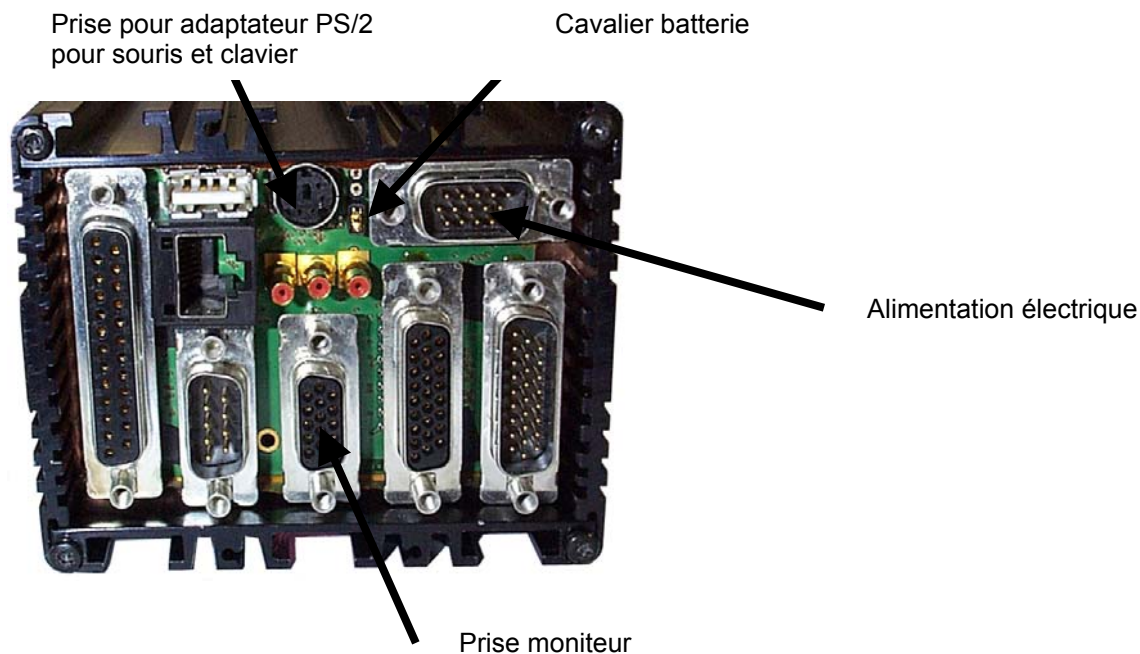

Fig.2 : Caméra QualiCam vue de dos
4. Vérifiez l'alimentation électrique sur le bloc secteur (12-28 V), alors que ce dernier n'est pas encore raccordé à la caméra. Branchez le cavalier de batterie (voir fig. 2).